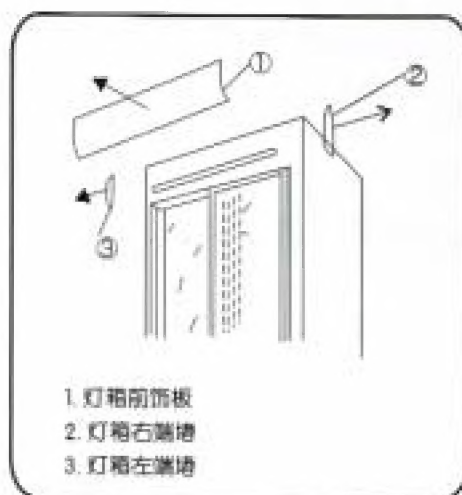

图 5
1. 用螺丝刀旋下左右灯箱端堵上的沉头自攻螺钉，取下灯箱左右端堵和灯箱前饰板。（图 5）